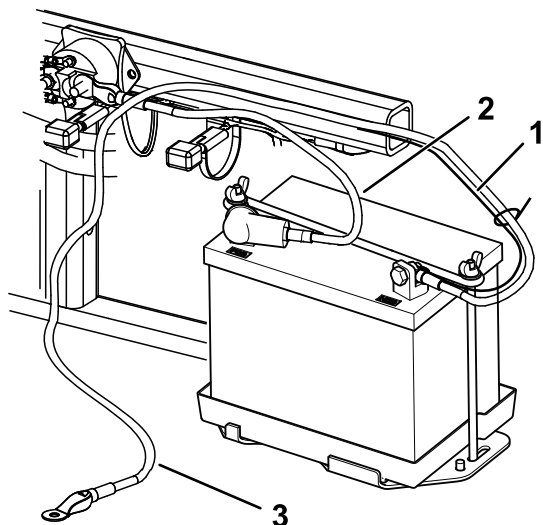

Figura 6
2. Fixe o cabo positivo (vermelho) ao terminal positivo (+) com um parafuso (¼ pol. x ⅝ pol.) e uma porca de bloqueio (Figura 6).
3. Fixe o pequeno cabo preto e o cabo negativo (preto) ao terminal negativo (-) da bateria com um parafuso ($\frac{1}{4}$ pol. x $\frac{5}{8}$ pol.) e uma porca de bloqueio ($\frac{1}{4}$ pol.) (Figura 6).